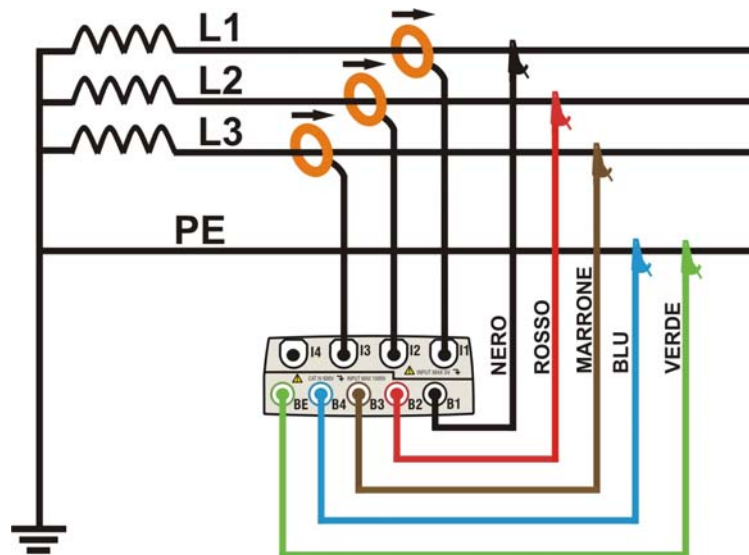

Fig. 187: Collegamento dello strumento in un sistema Trifase 3-fili
2. Collegare i cavi di misura della tensione sui conduttori di Fase L1, L2, L3 e Terra rispettando i colori come mostrato in Fig. 187. **Verificare a display l'indicazione "123" relativa al corretto senso ciclico delle fasi** (vedere il § 5.2.1) ed effettuare le opportune correzioni fino al raggiungimento di tale situazione.
3. Collegare le pinze di corrente sui conduttori di Fase L1, L2, L3 come mostrato nella Fig. 187 **rispettando il verso della freccia** presente sulla pinza stessa che indica la direzione convenzionale della corrente da generatore a carico. **Verificare sempre, nelle videate della sezione Visualizzazione Misure, che le Potenze Attive P1, P2, P3 siano sempre positive e che i fattori di potenza Pf1, Pf2, Pf3 siano corrispondenti ad un carico, normalmente induttivo**, prima di attivare una registrazione. In caso di valori negativi delle potenze attive ruotare le pinze di 180° sui conduttori interessati.